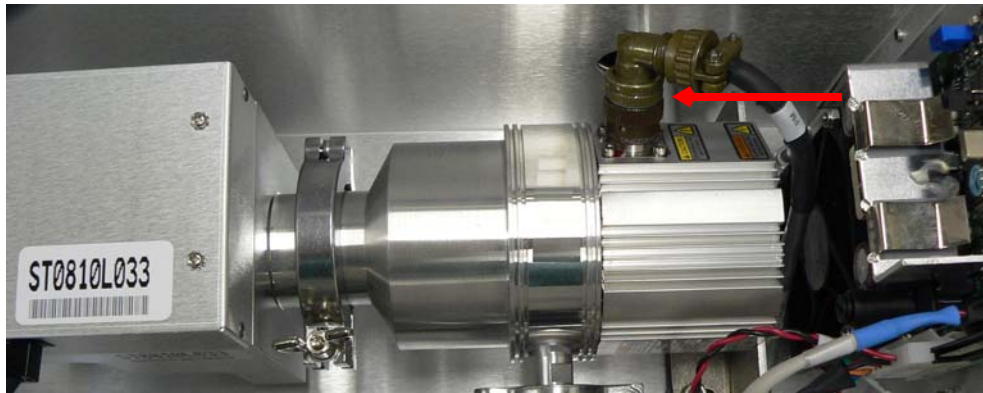

图 B-5 NW25 夹具至谱仪
6. 旋松泵的接头，拉掉电缆（图 B-5）。
14. 重新连接泵的接头（图 B-5）。